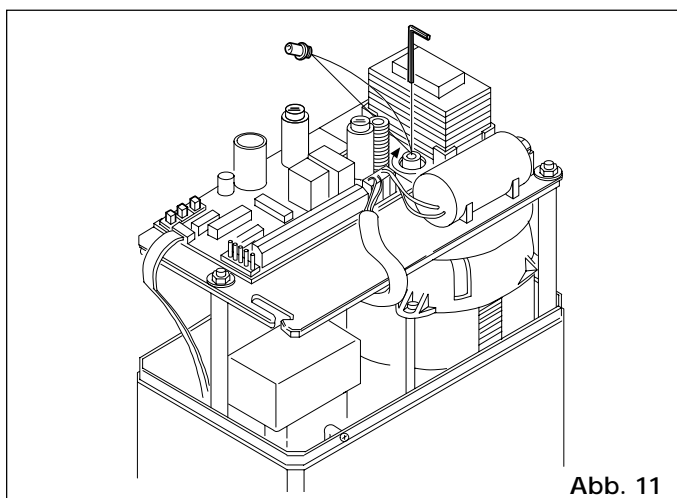

Abb. 11
- 6) Die Entlüftungsschraube gem. Abb. 11 abnehmen und aufbewahren.